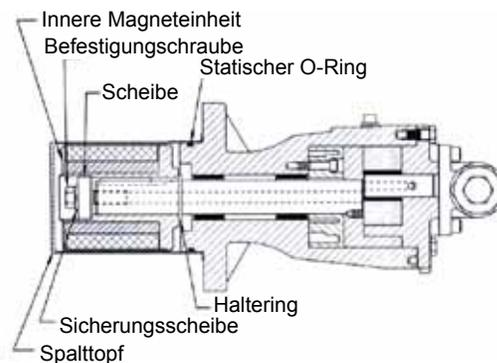

ABBILDUNG 17
3. Schieben Sie eine Messingstange durch einen Anschlußöffnung zwischen zwei Rotorzähne und lösen Sie die Befestigungsschrauben, mit denen der innere Magnet an der Welle befestigt ist (siehe **Abbildung 17**). Ziehen Sie die Scheibe, die Sicherungsscheibe und den inneren Magnet von der Welle. Denken Sie daran, daß dies ein sehr starker Magnet ist. Wenn die Pumpe zerlegt werden muß, müssen Sie den zweiten externen Haltering entfernen.